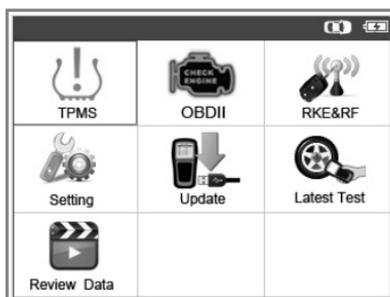

Imagen 3.1
- 4) Cargue el instrumento TPMS presionando el botón de **encendido** y espere hasta que aparezca el menú principal. (Imagen 3.1)
- 1) Utilice los botones de desplazamiento **ARRIBA/ABAJO** e **IZQUIERDA/DERECHA** para seleccionar **TPMS** en el **menú principal** (Imagen 3.1), y pulse el botón **Y** para confirmar.